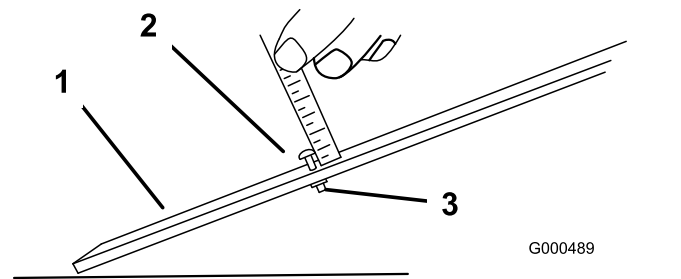

Figura 14
1. Afloje la tuerca de la barra de ajuste y ajuste el perno a la altura de corte deseada (Figura 14).